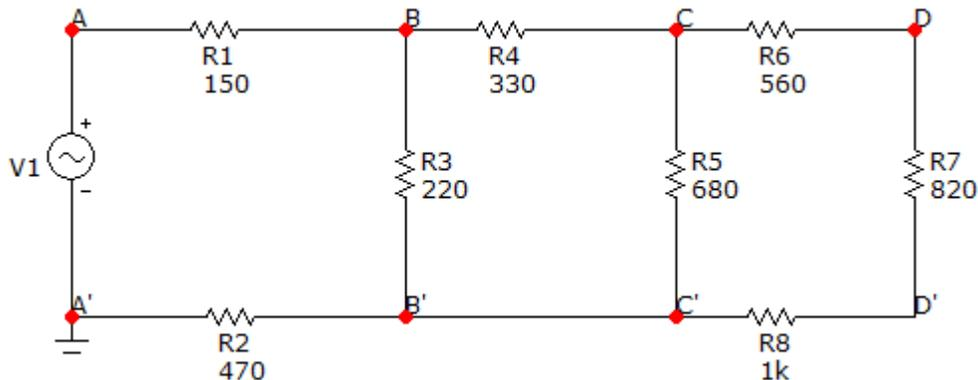

Figura 1.5
4. Realice la simulación de la figura 1.5 observando el voltaje en los puntos A-A', B-B', C-C' y D-D'.
7. Arme el circuito de la figura 1.5. Calibré el generador de funciones, V_i , para obtener una señal senoidal igual a 13Vpp, a una frecuencia de 1kHz.